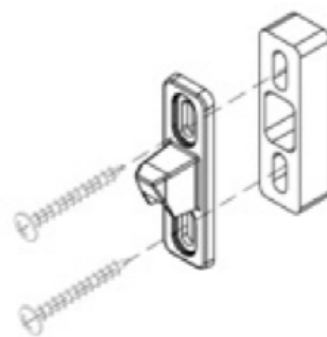

Figura 26
9. El **retenedor del mosquitero de caja** (pieza 31) debe instalarse con el espaciador del mosquitero (pieza 32, figura 26). Fije el retenedor utilizando dos tornillos (pieza 43).